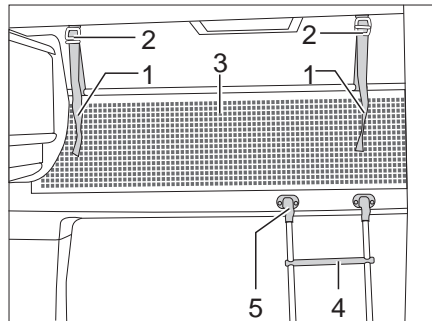

Bild 120 Alkovenbett
**Aufstiegsleiter** Zum Besteigen des Alkovenbetts die serienmäßig beigelegte Aufstiegsleiter (Bild 120,4) benutzen.
*Einhängen:* ■ Die Leiter mit den Holmen in die Halterung (Bild 120,5) an der Alkovenblende einhängen.
**Sicherungsnetz** Das Sicherungsnetz (Bild 120,3) ist serienmäßig zwischen Matratze und Lattenrost verstaut. Das Sicherungsnetz erst aufspannen, wenn sich die Personen bereits im Alkoven befinden.
*Aufspannen:* ■ Die Haltebänder (Bild 120,1) in die Halterungen an der Decke (Bild 120,2) einrasten.